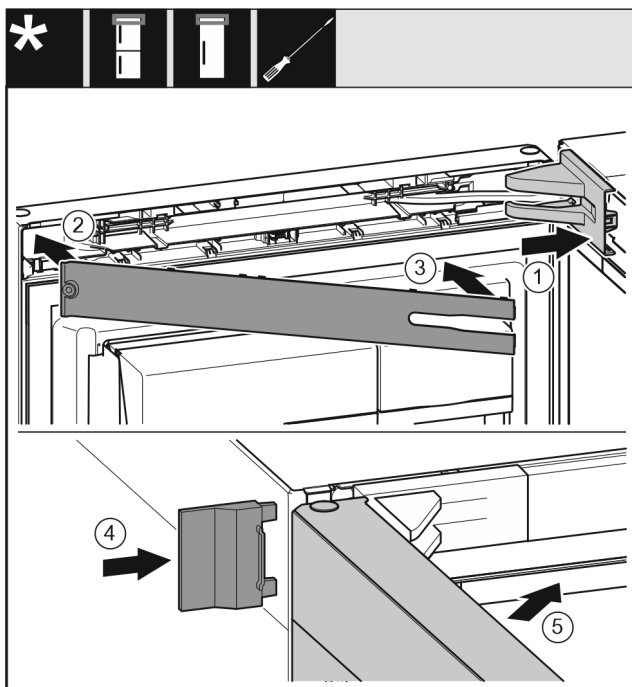

Fig. 51
- Lagerbockabdeckung aufsetzen und einrasten, ggf. vorsichtig auseinanderdrücken. Fig. 51 (1)
- Blende aufsetzen. Fig. 51 (2)
- Blende einschwenken und einrasten. Fig. 51 (3)
- Äußere Abdeckung aufschieben. Fig. 51 (4)
- Obere Tür schließen. Fig. 51 (5)